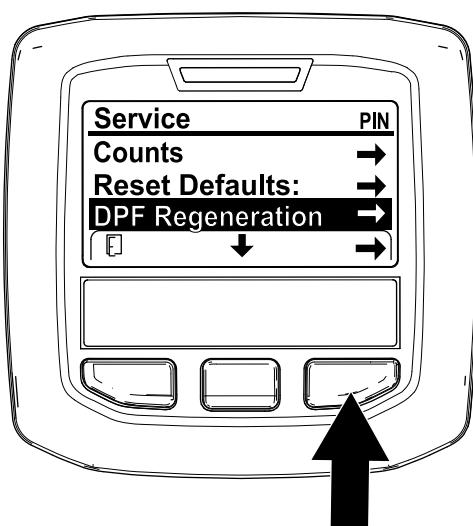

Figure 28
- Ouvrez le menu Entretien, puis appuyez sur le bouton central pour naviguer jusqu'à l'option RÉGÉNÉRATION DU FAP (Figure 28).
- Appuyez sur le bouton droit pour sélectionner l'option Régénération du FAP (Figure 28).